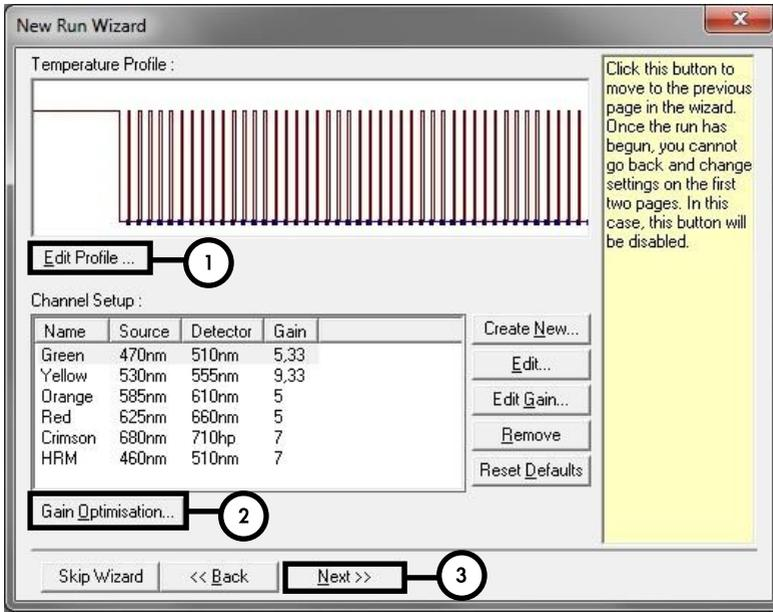
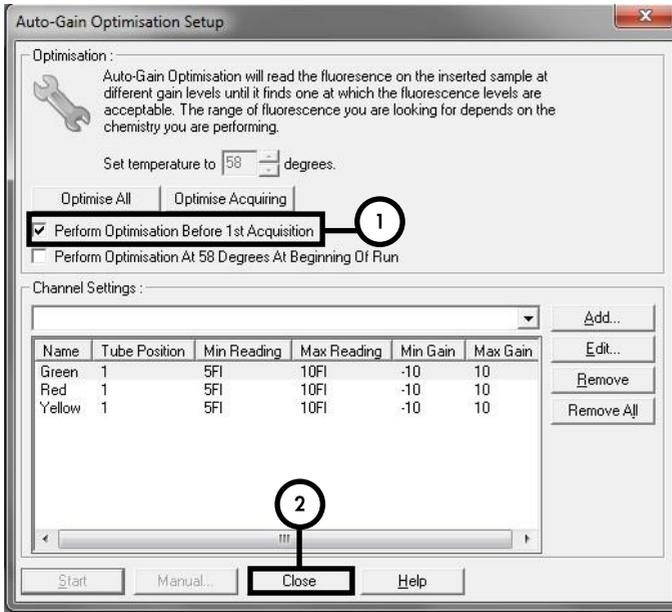

Figure 4. Modification du profil.
Figure 7. Ajustement de la sensibilité des canaux de fluorescence.
Ajustement de la sensibilité des canaux de fluorescence	Figure 7
9. Dans la boîte de dialogue **New Run Wizard**, cliquer sur le bouton **Edit Profile** (Modifier profil) (figure 4) et programmer le profil de températures comme indiqué sur les figures 5-6.
10. La plage de détection des canaux de fluorescence doit être déterminée selon les intensités de fluorescence des tubes de PCR. Dans la boîte de dialogue **New Run Wizard**, cliquer sur **Gain Optimisation** (Optimisation du gain) (voir figure 4, étape 2) pour ouvrir la boîte de dialogue **Auto-Gain Optimisation Setup** (Configuration de l'optimisation du gain automatique) (figure 7). Cocher la case **Perform Optimisation Before 1st Acquisition** (Réaliser l'optimisation avant la 1^{re} acquisition) (figure 7). S'assurer que les trois canaux (Green, Red et Yellow) sont sélectionnés pour **Auto-Gain Optimisation** (Optimisation du gain automatique) (figure 7). (Trouver les canaux dans le menu déroulant sous **Channel Settings** [Paramètres de canal] et cliquer sur **Add** [Ajouter].) Dans la boîte de dialogue **Auto-Gain Optimisation Setup**, cliquer sur **Close** (Fermer) à la fin de l'étalonnage du gain.